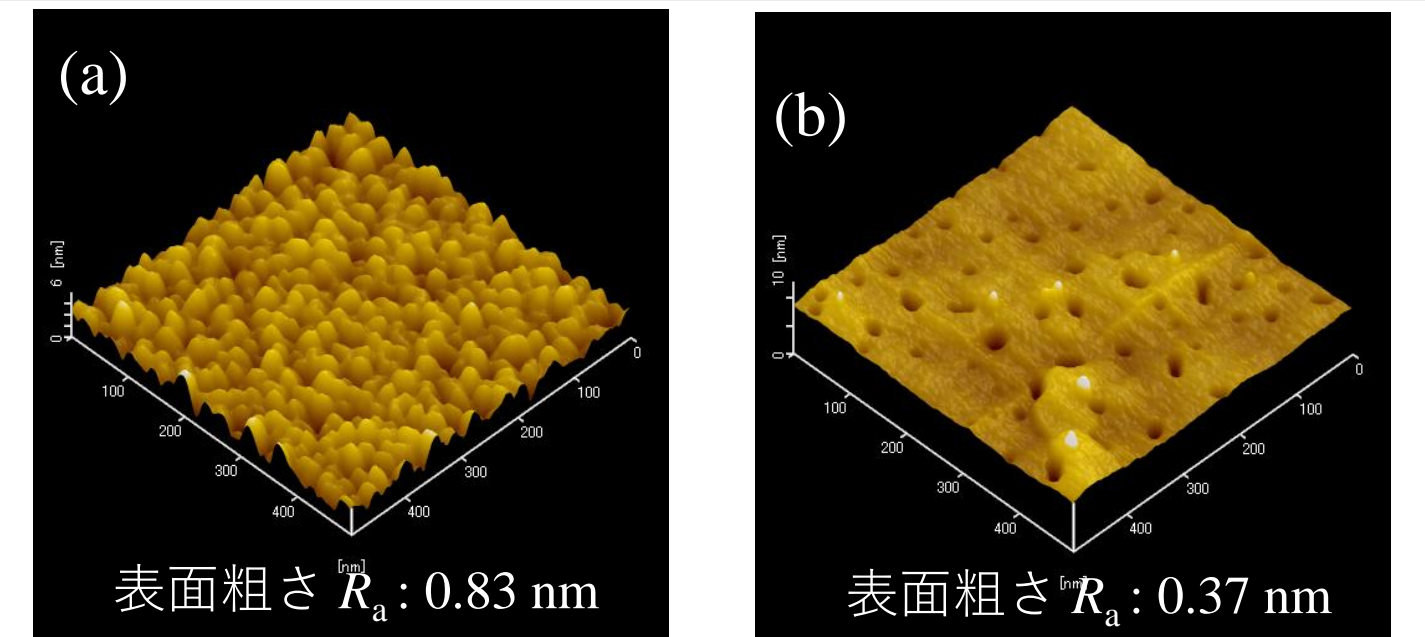

図4 基板加熱温度300°C (a)と500°C (b)のAFM像 (500 × 500 nm²)
- ・基板温度500°Cの方が、300°Cよりも平坦 (図4)。